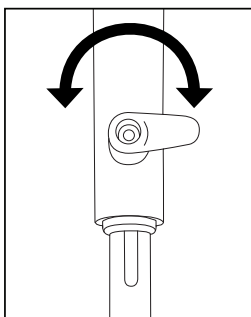

Fig. 1
- Le crochet supérieur pivote afin d'offrir un accès rapide au cordon d'alimentation (Fig. 1).